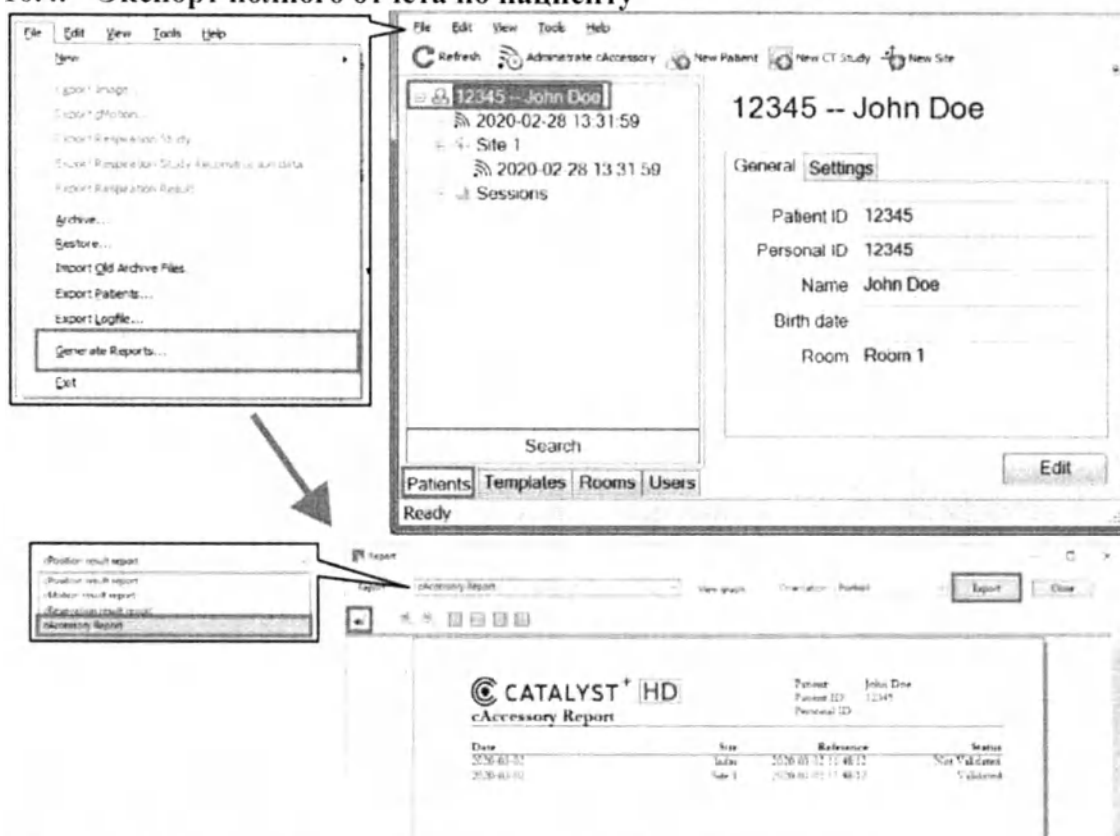

Рисунок 32. Создание полного отчета о результатах пациента.
3. В главном меню выберите «**File — Generate Reports**» (Файл — Создать отчеты) (рисунок 32).